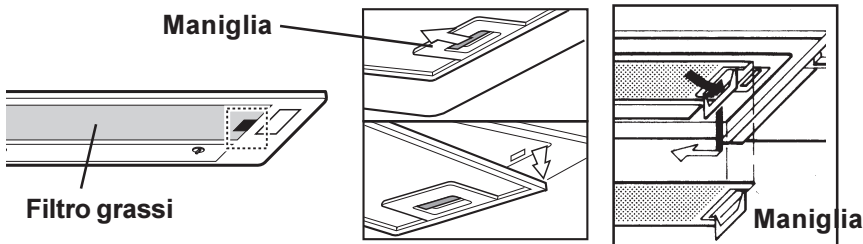

Fig. 4
- Premere la maniglia che blocca il filtro grassi verso il lato opposto, quindi estrarre il filtro tirando verso il basso. **Fig. 4**
- Sganciare le maniglie verso il basso e tirare verso il centro, quindi estrarre il filtro tirando verso il basso. **Fig. 4**